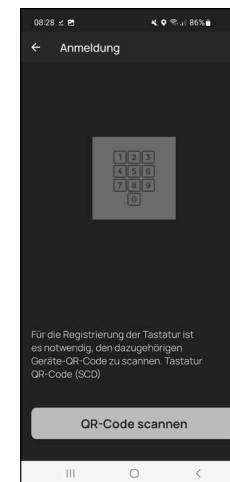

Fig. 7
- 10 Toque em "Digitalizar código QR" (Fig. 7). Você pode ser solicitado a confirmar o acesso do aplicativo à câmera.